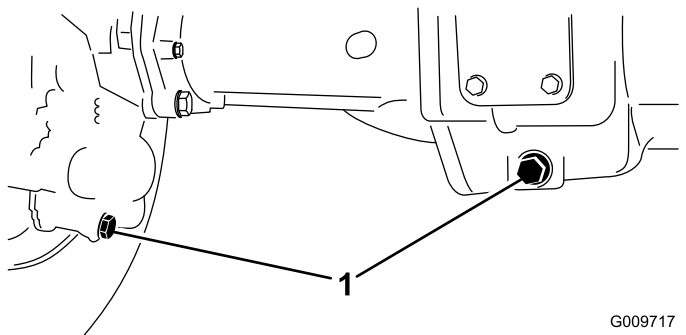

图 68
2. 清洁 3 个排油塞的周边区域——两端各 1 个中间 1 个 (图 68)。